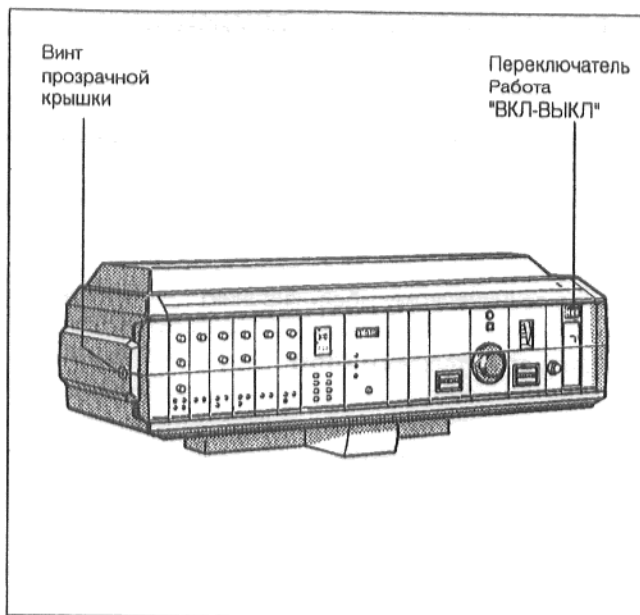
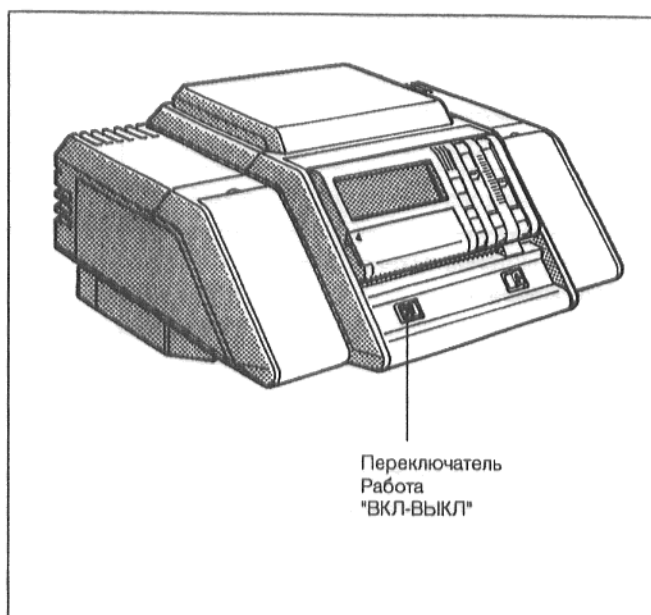

Рис. 36: Устройство регулирования HS 332х
Рис. 38: Устройство регулирования HS 4201
Перевести шлиц винта прозрачной крышки устройства управления (Рис. 36) в горизонтальное положение, например, с помощью монеты. Снять прозрачную крышку, подав ее вперед.
- Установить переключатель "Работа" (Рис. 36 - Рис. 38) в положение 0 (ВЫКЛ), при двойном котле – на обоих устройствах регулирования.